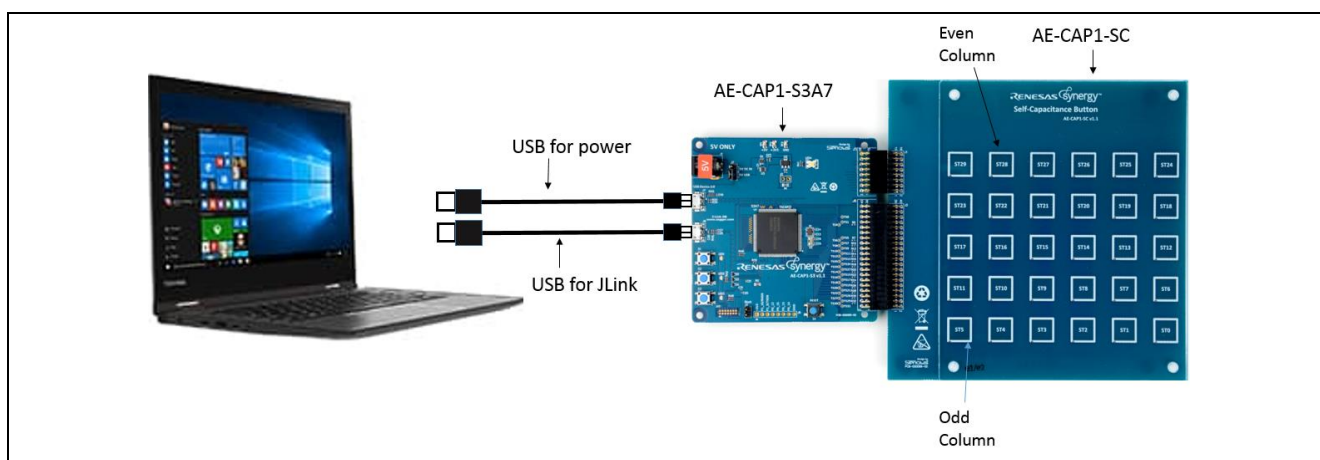

図 16 AE-CAP1-S3 および AE-CAP1-SC
- a. AE-CAP1-SC ボードの奇数列のボタンを押すと (奇数カラムの定義については図 16 を参照)、LED1 の赤は点灯し、リリースを押すと消灯します。
- b. AE-CAP1-SC ボードの偶数列のボタンを押すと (偶数カラムの定義については図 16 を参照)、LED2 は黄色に点灯し、リリースを押すと消灯します。